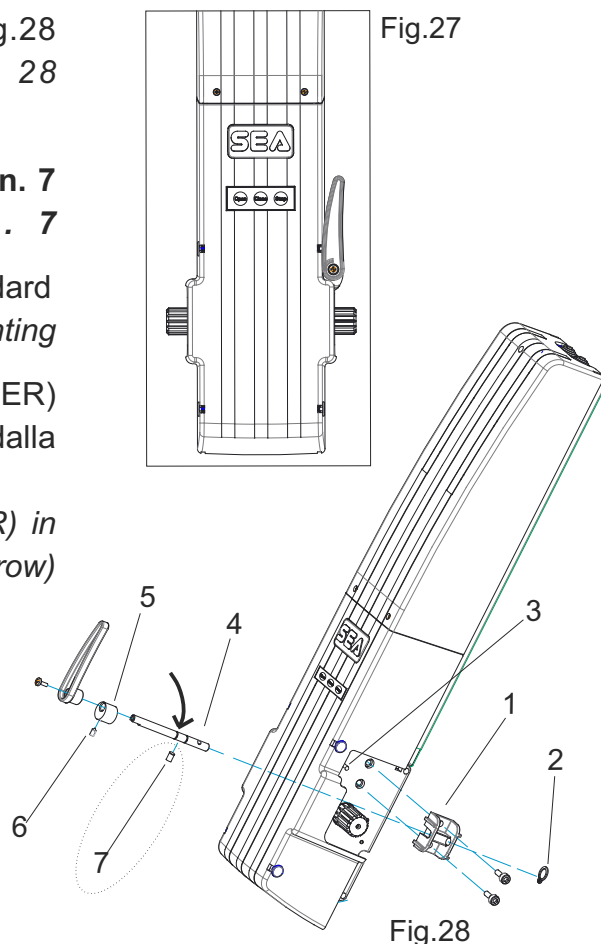

Fig.28
1) Smontare il gruppo sblocco come mostrato in Fig.28
Disassemble the release unit as shown in Fig. 28